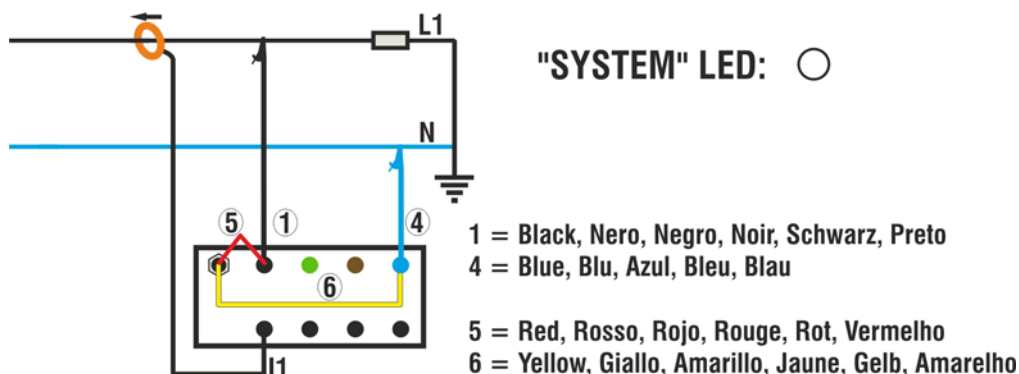

Fig. 2: Conexión del instrumento en un sistema monofásico
2. Conecte los terminales de alimentación (rojo y amarillo) respetando las conexiones indicadas en Fig. 2
3. Conecte los cables de la tensión L1-N respetando las conexiones indicadas en Fig. 2
4. Si se pretende efectuar mediciones de corriente y potencia, conecte la pinza amperimétrica sobre el conductor de fase **respetando el sentido indicado en la pinza** y las conexiones indicadas en Fig. 2